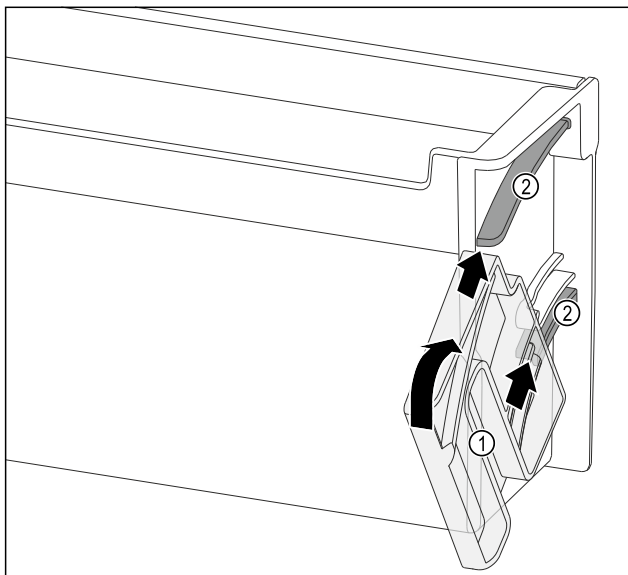

Fig. 127
- Dreheinheit Fig. 127 (1) so positionieren, dass die Aussparungen genau gegenüber den Führungskanälen Fig. 127 (2) des Türabstellers liegen.
- Dreheinheit Fig. 127 (1) in die angegebene Richtung drehen.